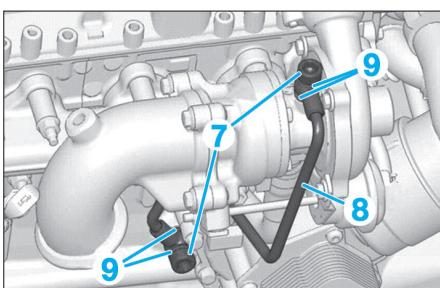

Fig. 38
- l'écran thermique supérieur (6),
- les 2 vis (7) (Fig.38),